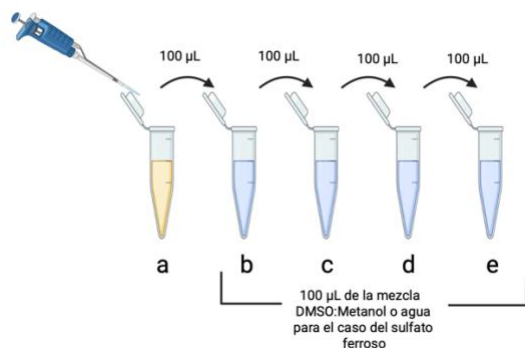

Figura 2. Preparación de los viales b, c, d y e.
7.- Una vez preparado el **vial a** de cada serie (5-ASA, FeSO₄ y compuestos a evaluar), preparar las diluciones correspondientes a cada uno de los compuestos de la siguiente manera: adicionar a partir del **vial b** al **e**, 100 µL de la mezcla DMSO: METANOL (1:1) (o agua destilada en caso del FeSO₄). Posteriormente, transfiera 100 µL del **vial a** al **vial b** y mezcle. A partir del **vial b** transfiera 100 µL al **vial c** y mezcle. Posteriormente, transfiera 100 µL del **vial c** al **d** y mezcle. Finalmente, transfiera 100 µL del **vial d** al **e** (Figura 2).